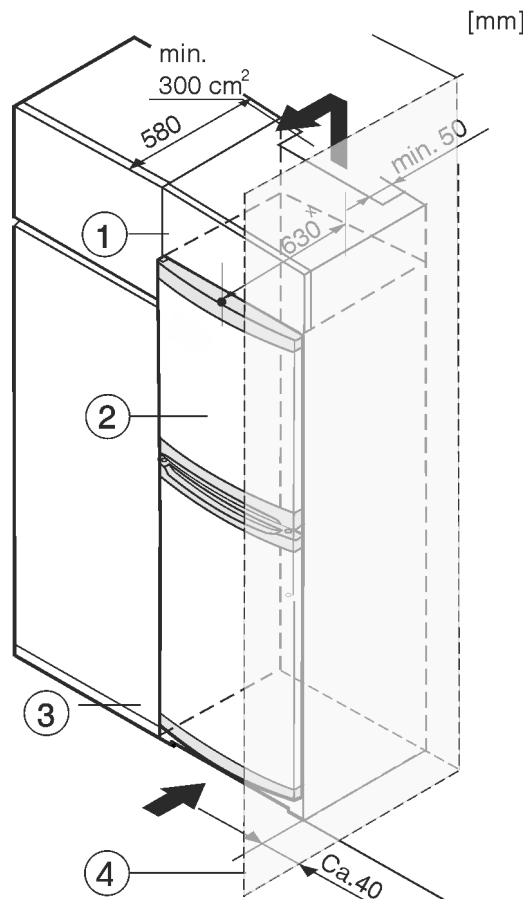

Fig. 8
Устройство может быть окружено кухонными шкафами. Чтобы уравнять устройство Fig. 8 (2) по высоте с кухонной стенкой, можно установить над устройством дополнительный шкафчик Fig. 8 (1).
При комбинировании с кухонными шкафами (глубина макс. 580 мм) устройство можно установить непосредственно рядом с кухонным шкафом Fig. 8 (3). Устройство выступает сбоку на 34 мм * и по центру на 50 мм * относительно передней стенки кухонного шкафа.
Если устройство установлено на шарнирах у стены *Fig. 8 (4)*, то расстояние между устройством и стеной должно быть не менее 40 мм. Настолько выступает ручка при открытой двери.